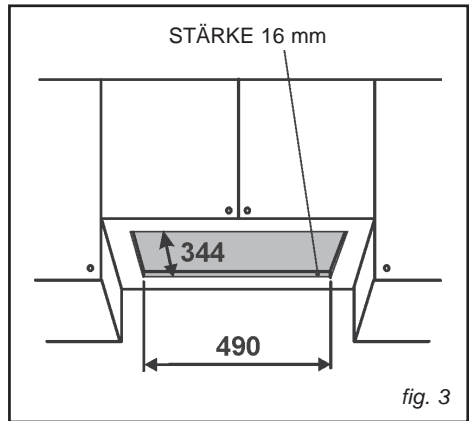

fig. 3
- Vor der Montage des Geräts muß in der Hängeschrankunterseite ein dem Gerät entsprechender Ausschnitt vorgenommen werden (Abb.3). Die Hängeschrankunterseite muss 16 mm dick sein.
- Das Gerät in den Ausschnitt eingefügen (Abb. 3).